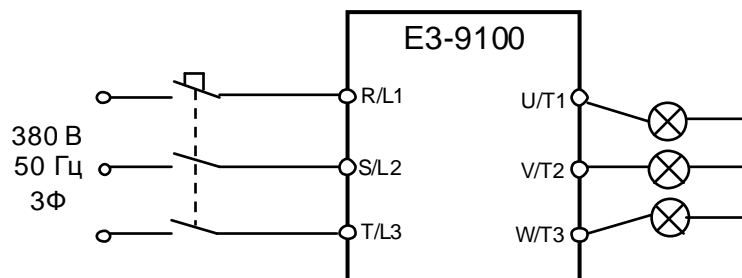

Рис.4.20
- 4.16.1. Подключить 3 лампочки (220 В, 40-100 Вт), соединённые по схеме «Звезда» к выходным клеммам U/T1, V/ T2, W/ T3 преобразователя частоты. Подать питание ~380В. Подключить преобразователь частоты к питающей сети 380В, 50Гц, 3Ф (рис.4.20).